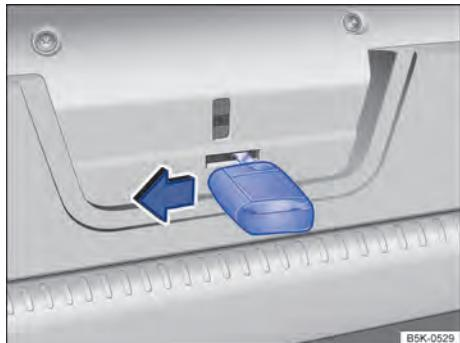

Fig. 197 No compartimento de bagagem: destaravar a tampa traseira.
- Inserir a haste da chave na abertura na tampa traseira ⇒ Fig. 197 e pressionar a alavanca de destravamento no sentido da seta. Pressionar simultaneamente a tampa traseira para fora, até que ela balance.